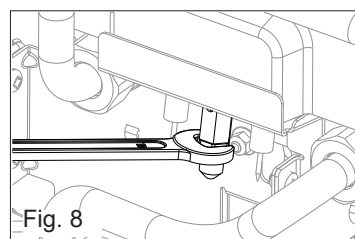

Fig. 8
- Rimuovere l'iniettore pilota (fig. 8)